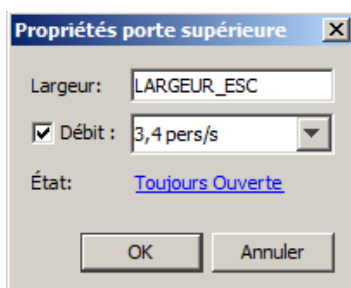

Figure 3.29 : le dialogue des propriétés d'une porte d'escalier
- **Porte supérieure et Porte inférieure** : en cliquant sur ces liens, le dialogue à la figure 3.29 s’affichera. Ici, les propriétés de chaque porte implicite peuvent être modifiées indépendamment de l’autre porte, y compris la **Largeur**, le **Débit** et l’**État**. Pour plus d’informations sur ces propriétés, voir Les propriétés des portes.